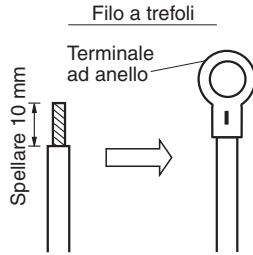
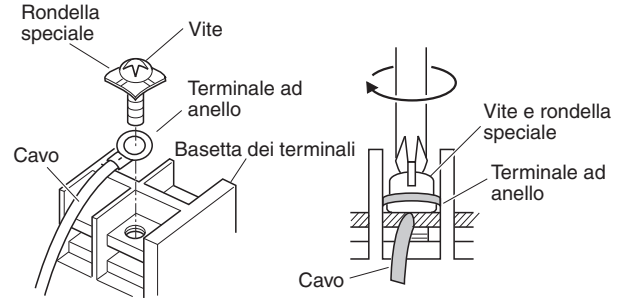

Fig. 4-7
Fig. 4-8
- (1) Asportare circa 10 mm di guaina isolante dall'estremità del cavo per esporre i fili, i quali andranno quindi attorcigliati. (Fig. 4-7)
- (2) Con un cacciavite a croce rimuovere la vite o le viti dalla bassetta dei terminali.
- (3) Con una pinza o altro attrezzo adeguato fissare bene l'estremità spellata del cavo al terminale ad anello.
- (4) Applicare il terminale ad anello, quindi rimettere in posizione e serrare la vite terminale rimossa usando un cacciavite. (Fig. 4-8)